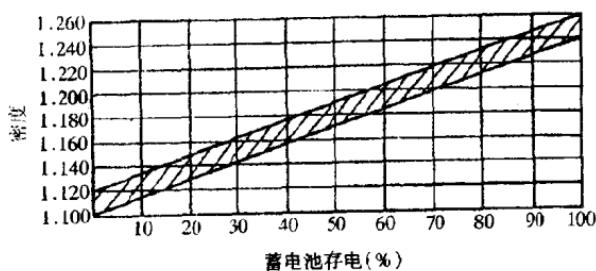
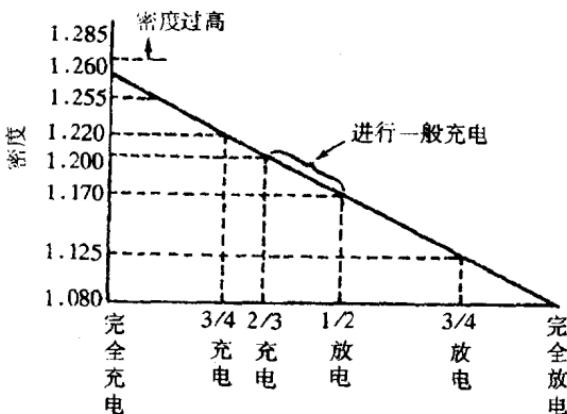
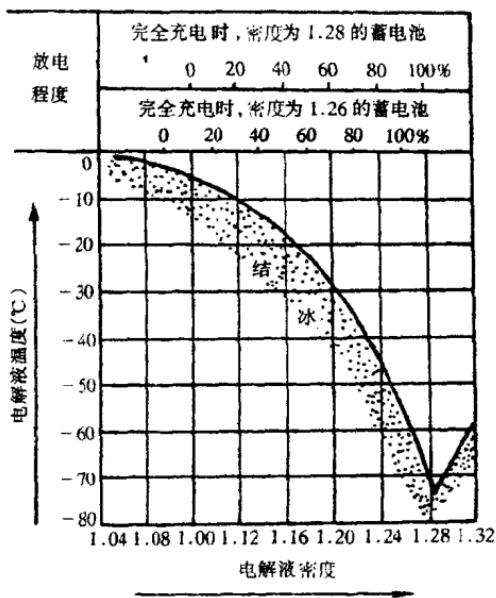

图4 蓄电池电解液密度和蓄电池存电量的关系曲线 (20℃)
图 5 蓄电池电解液密度和充电时期的关系 (20℃)
图 6 蓄电池放电程度、电解液密度和冰点温度的关系 (20℃)
(2) 用扳手松开蓄电池负极接线柱的紧固螺母，摘下连接导线。这是一项基本的顺序作业，目的是检查起动系统电路是否有断路和蓄电池桩头部是否松脱，以防短路。
(3) 用手摇动蓄电池和起动机的连接导线，如果发现有松脱情况，应及时锁紧。
(4) 接线桩部接触不良时，松开固定螺母取下导线，用纸、布等把粘附于线端和桩头上的污物擦拭、打磨和清除干净，以改善导线与蓄电池接线桩间的导电性能，而后重新安装。
(5) 蓄电池放完电，除进行充电外，别无他法。检查结果，如果蓄电池正常，电路接线上也无异常，但起动机仍不转动，可以肯定的是起动机出了故障。
(6) 寒冷环境对蓄电池的工作性能影响很大。一到冬天，许多驾驶员往往因发动机起动困难而被弄得束手无策。这是由于冬季气温低，蓄电池内部的化学反应作用衰减造成的。例如，电解液温度为25℃时，蓄电池容量为100%；当温度下降到-10℃，蓄电池的供电能力降低到70%左右。所以，在冷天如果用了电解液不足或电解液密度又很低的蓄电池，常常会造成发动机起动困难(图4、图5、图6)。